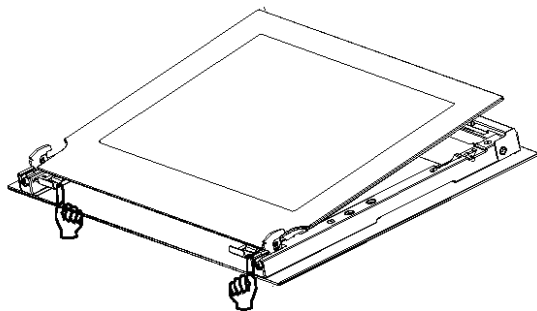

Figura 12
1. Como se muestra en la Figura 12, inserte el vidrio interior en el soporte fijo y empújelo hasta la posición fija.